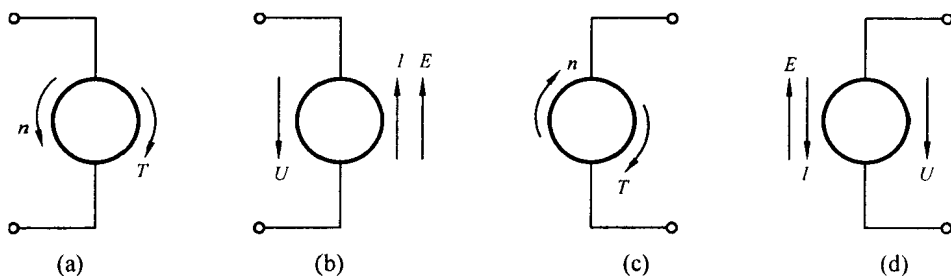

图 14.3.1
3. 如图 14.3.1 所示, 图中各物理量的方向均是实际方向, 试在圆内标明哪些作发电机(标 G)运行? 哪些作电动机(标 M)运行?